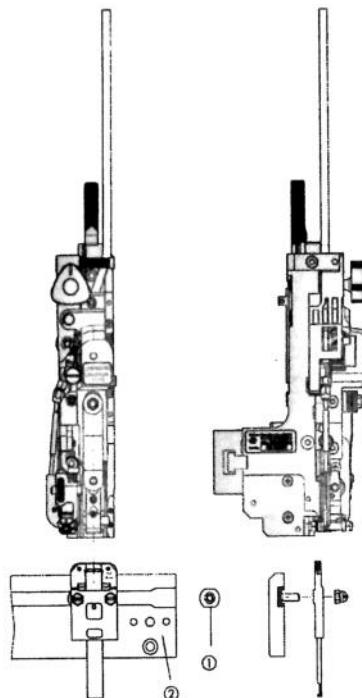

Рис. 4
- Корректировка захвата(Рис. 4)